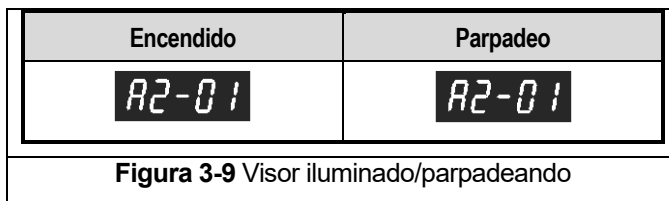

**Figura 3-8** Interfaz de teclado/visor del inversor de frecuencia
- 3.6.4 El inversor de frecuencia se controla mediante una interfaz de teclado/visor. Consulte la **Figura 3-8** para obtener más información sobre las funciones y descripciones de la interfaz de teclado/visor.